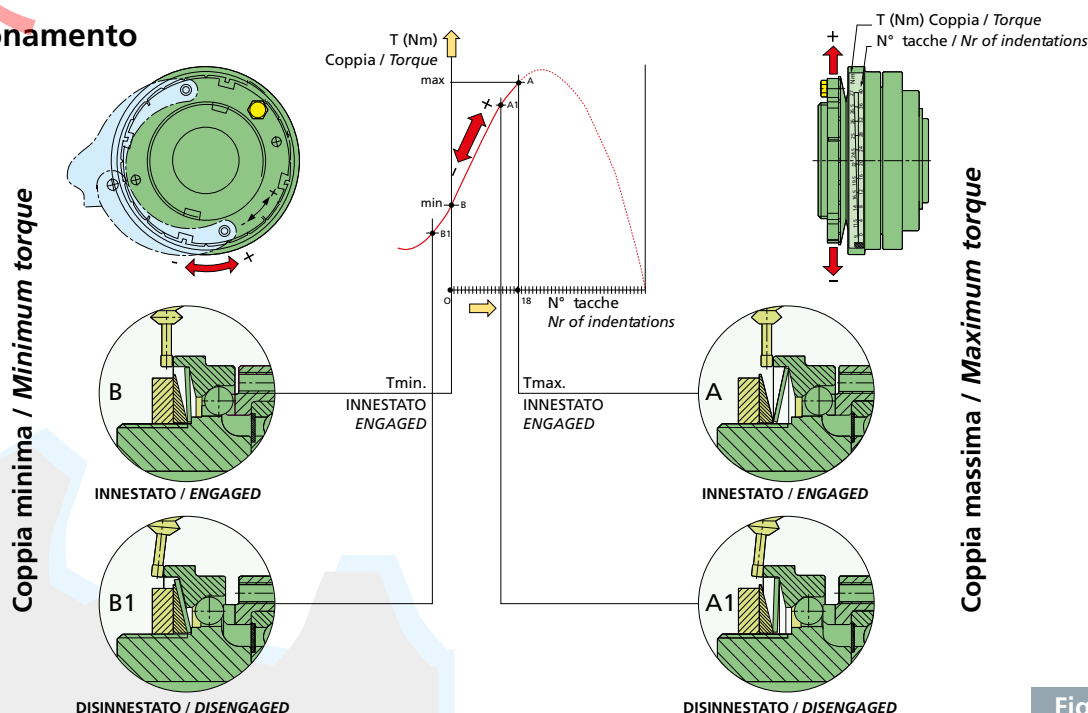

Fig. 1
Durante il servizio normale il limitatore di coppia ZBC - NBC (fig.2) trasmette la coppia dal mozzo (1) alla flangia (3) attraverso la corona di sfere (4) costrette dalla pressione delle molle a tazza (6) sulla flangia mobile (2) dentro sedi ricavate sulle parti (1) e (3). In caso di sovraccarico, quando la coppia richiesta supera il valore prestatato, le sfere sono spinte fuori dalle sedi della flangia (3): le due parti (1) e (3) si sganciano trasmettendo una coppia residua molto bassa, e la parte mobile (2) vincendo la spinta delle molle a tazza (6), aziona l'interruttore (9) che comanda l'arresto di emergenza del motore. Il reinserimento è automatico al valore di coppia prestatato quando il sovraccarico cessa. Nella versione SYNCHRON il reinserimento avviene da fermo o a velocità basse dopo 360° dal distacco, così da rispettare il sincronismo tra la flangia (3) e il mozzo (1). Le molle a tazza lavorano nel solo campo negativo della curva (fig.1) e quindi la ghiera di regolazione (7), ruotata in senso antiorario fornisce un carico crescente alle molle a tazza (6) e quindi una coppia di intervento maggiore. La ghiera (7) è mantenuta in posizione dal bloccaggio della vite di fermo (8). ZBC porta 8 fori filettati di fissaggio e un cuscinetto per servizio pesante, NBC 6 fori filettati di fissaggio e un cuscinetto per servizio leggero.
The SYNCHRON type re-engages during stoppage or at low speed once per revolution at a reference point and keep the hub (1) and the flange (3) of the torque limiter synchronised. The disc springs are working only in the negative area of their characteristics (fig.1), so the adjustment nut (7), when tightened anticlockwise, provides an increasing axial load to the disc springs (6) and a higher disengaging torque: when the pre-set torque level is reached the nut (7) is locked in position by means of the locking screw (8). ZBC holds 8 fixing threaded holes and a heavy duty bearing, NBC 6 fixing threaded holes and a light duty bearing.